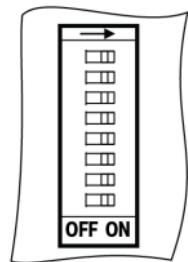

Рисунок 6.2 – Внешний вид DIP-переключателя
- восьмиразрядный DIP-переключатель (см. рисунок 6.2 и таблице 6.2);